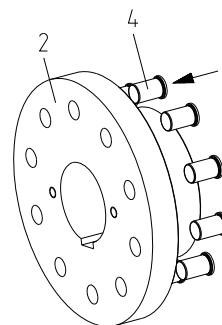

Рис. 13
- Лёгкими ударами вбейте втулки (деталь 4) в отверстия ступиц (деталь 2) (см. рис. 13).